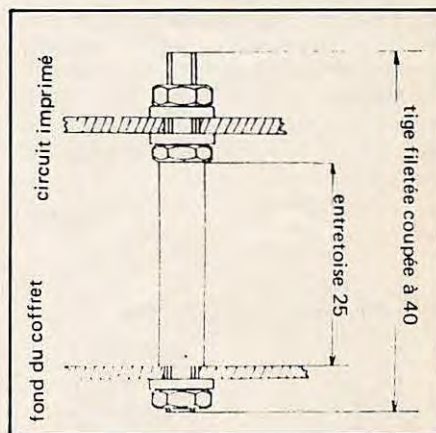

FIGURE 10
- () Fixer sur le fond du boîtier les 4 tiges filetées préalablement coupées à la bonne longueur, ainsi que les entretoises pour recevoir le C.1 (fig. 10).